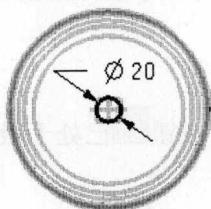

图 1.10 草图 2
Step8. 创建图 1.10 所示的草图 2。
(1) 选择下拉菜单 **插入(S)** → **草图(S)** 命令（或单击  按钮），进入草图环境。
(2) 定义草绘平面。单击“草图生成器”工具条中的  按钮，选取 XC-YC 平面为草绘平面，单击  按钮。
(3) 绘制图 1.10 所示的草图 2。
(4) 选择下拉菜单 **草图(S)** → **完成草图(F)** 命令（或单击  按钮），退出草图环境，系统回到建模环境。